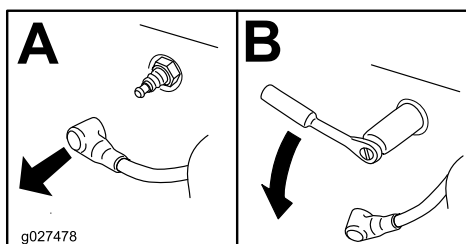

Figure 39
3. Déposez la bougie (Figure 39).